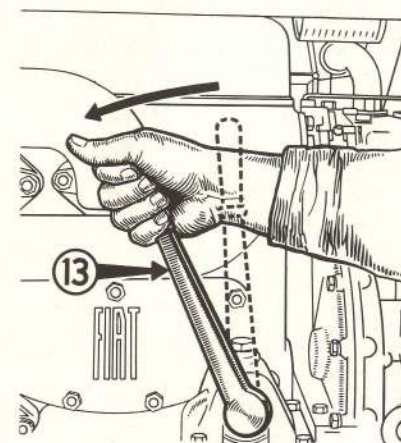

Fig. 47. - Commande d'embrayage du moteur de lancement.
7. Accélérer le moteur de lancement au moyen de la manette « 9 », puis déplacer vers l'avant, d'un coup énergique, le levier « 13 » (fig. 47).